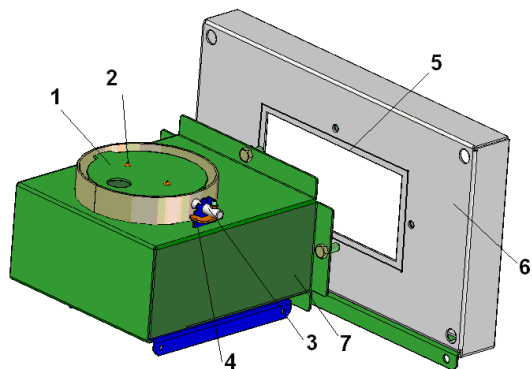
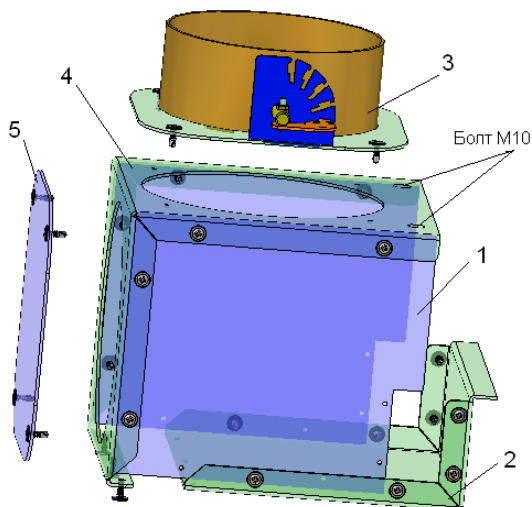

Рис.3 ДЫМОХОД КОТЛОВ КС-Т/ТГ/ТП-12-12р-12/16S
Рис.6 Дымоход котлов КС-Т-11; КС-Т-15; КС-Т-11р, КС-Т-15р, КС-Т-11п, КС-Т-15п
5.3.1 Котлы транспортируют со снятым дымоходом, поэтому перед эксплуатацией необходимо дымоход собрать (рис. 3,4,5,6).
Рис.3 : установить заслонку поз.1, закрепив на оси поз.3 двумя винтами М4х10 поз.2. Фиксатор поз. 4 закрепить на оси поз.3 винтом М4х20 и гайкой М4. Между желобом поз.7 и основанием поз.6 установить Набивку АС 6х6 поз.5.
Рис.6: вставить боковины 1 в дно 2, закрепить предварительно винтами-саморезами. Сверху надеть крышу 4, закрепить предварительно винтами-саморезами. Трубу 3 и опору 5 можно поменять местами. Теперь окончательно затянуть все винты-саморезы.
Установить дымоход на заднюю поверхность котла, закрепив 4-мя болтами М10 с шайбами (рис.3, 4, 5) или 2-мя болтами М10 (рис.6).